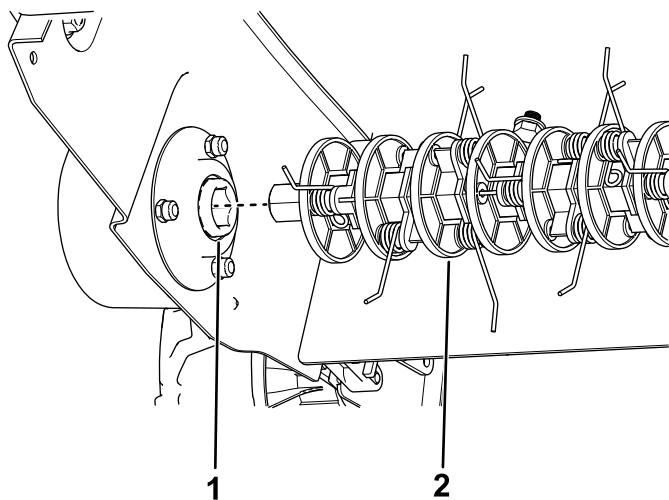

Figura 20
4. Deslize a outra extremidade do conjunto do eixo para fora da transmissão e substitua pelo conjunto do eixo pretendido (Figura 20).